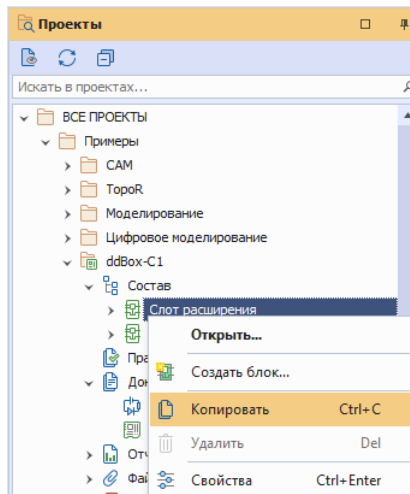

Рис. 241 Копирование блока
1. Выбрать активный проект в дереве проектов на панели «Проекты», перейти в узел «Состав», скопировать блок в буфер, см. Рис. 241.